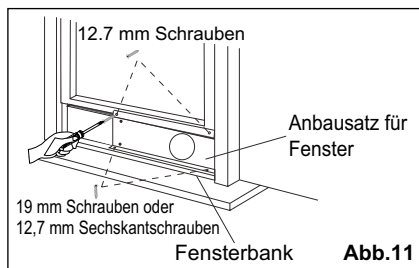

Abb. 11
3. Den Fensterflügel fest gegen den Anbausatz für Fenster schieben. (Abb. 11)
4. Zwei 12,7 mm Schrauben einschrauben, um den Anbausatz für Fenster am Fensterflügel zu befestigen. (Abb. 11)
5. Anbausatz für Fenster auf Fensterbank befestigen (Abb. 11):